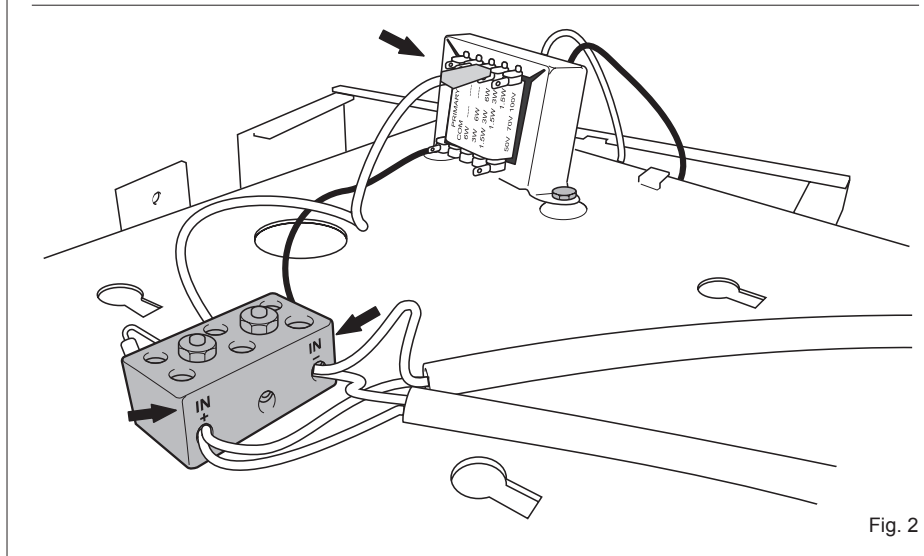

Fig. 2
2. Inserire la piastra sulle viti e collegare l'altoparlante e la linea di distribuzione (fig. 2).
La potenza dei diffusori è impostata in fabbrica per linea 100V/6W. Nel caso si volesse modificare questa impostazione, è possibile cambiare la potenza di uscita tramite l'apposito terminale ad inserzione rapida facendo riferimento alla targhetta posta sul trasformatore (vedi fig. 2).
2. Fit the panel onto the screws and connect the loudspeaker and the distribution line (Fig. 2).
The power of the speaker units is factory-set for a 100V/6W line. If you wish to change this setting, it is possible to alter the output power by means of the quick-fit terminal provided for this purpose, consulting the data plate on the transformer (see Fig. 2).
2. Installer la plaque sur les vis et connecter le haut-parleur et la ligne de distribution (fig. 2).
La puissance des diffuseurs est réglée en usine pour une ligne à 100V/6W. Il est possible de modifier cette configuration et de changer la puissance de sortie à l'aide de la cosse à prise rapide en se référant à la plaquette présente sur le transformateur (voir fig. 2).
2. Setzen Sie das Panel auf die Schrauben und schließen Sie den Lautsprecher und die Verteilerleitung (Abb. 2) an.
Die Lautsprecherboxen **C37/6-EN** müssen als Abzweigung an den Verteilerleitung angeschlossen werden und es muss darauf sichergestellt werden, dass die von den Lautsprechern aufgenommene Gesamtleistung nicht die maximale, vom Verstärker gelieferte Leistung übersteigt (in Abb. 4 ist der Anschluss an eine 100V-Leitung dargestellt). Die Leistung der Lautsprecherboxen ist werkseitig für eine Leitung von 100V/6W eingestellt. Falls Sie diese Einstellung ändern wollen, können Sie die Ausgangsleistung mit Hilfe des entsprechenden Endstücks mit Schnellverbindung anpassen und müssen hierfür die Angaben auf dem Typenschild am Transformator achten (Abb. 2).
2. Schuif de plaat op de schroeven en breng de verbinding luidspreker-distributielijijn tot stand (afb. 2).
De luidsprekers **C37/6-EN** moeten met parallel met de distributielijijn verbonden worden, waarbij zeker gemaakt moet worden dat het totale door de luidsprekers geabsorbeerde vermogen het door de versterker geleverde maximum vermogen niet overschrijdt (op afb. 4 wordt een voorbeeld gegeven van een verbinding met de 100V lijn). Het vermogen van de luidsprekers wordt in de fabriek ingesteld voor een 100V/6W lijn. Indien men deze instelling wil wijzigen, kan het uitgangsvermogen worden veranderd met behulp van de speciale snelaansluiting aan de hand van het gegevensbordje op de transformator (zie afb. 2).
2. Introducir la placa sobre los tornillos y conectar el altavoz y la línea de distribución (fig. 2).
La potencia de los difusores está configurada en la fábrica para línea de 100V/6W. Si se desea modificar esta configuración, es posible cambiar la potencia de salida a través del terminal previsto de conexión rápida, haciendo referencia a la placa situada en el transformador (véase la fig. 2).